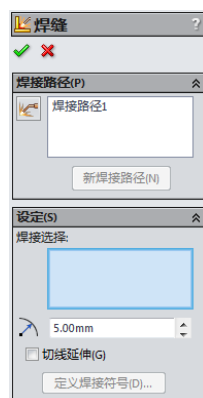

图 14-33 “焊缝”属性管理器
(2) 执行“插入”→“焊件”→“焊缝”菜单命令，弹出“焊缝”属性管理器，如图 14-33 所示。